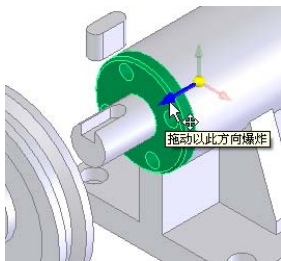

图 7-153 设置爆炸方向
**05** 爆炸法兰盘 1。在“设定”复选框中的“爆炸步骤零部件”一栏中，用光标选择视图中或者装配体“FeatureManager 设计树”中的“法兰盘 1”零件，单击视图中显示爆炸方向坐标的向左侧的方向，如图 7-153 所示。